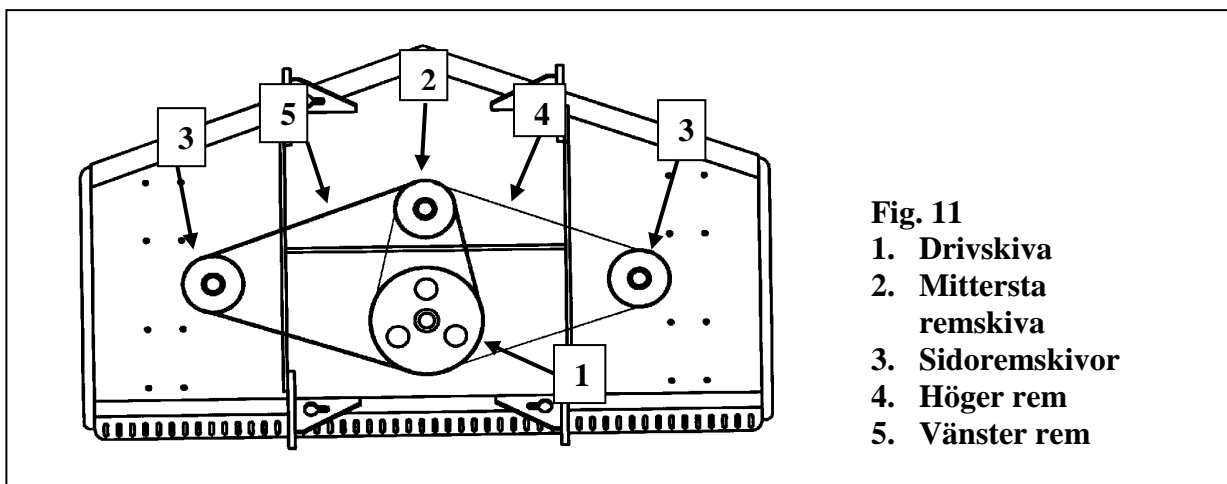

Fig. 11
8. Ersätt med nya remmar (**se fig. 11**). Vira första remmen över den vänstra klipprotorn och runt det nedre spåret på den mittersta klipprotorns remskiva, samt det nedre spåret på växellådans remskiva. Den andra remmen kopplar ihop de övre spåret av den mittersta klipprotorn och växellådans remskiva med den högra klipprotorns remskiva.